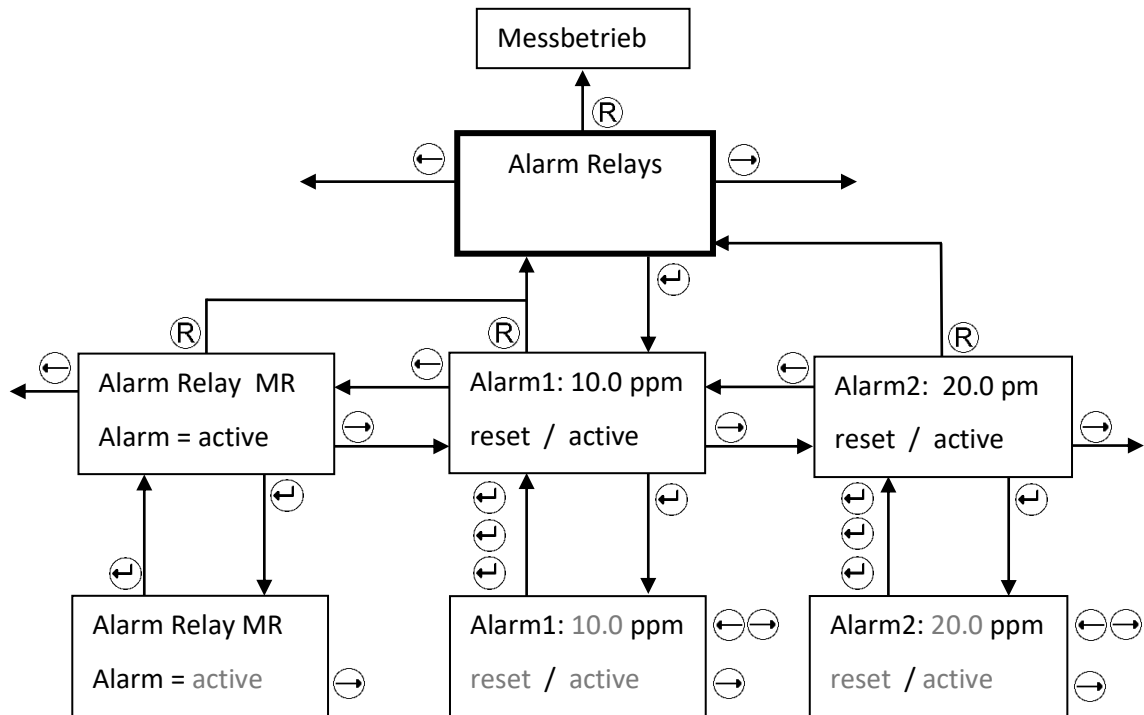

Abbildung 27: Ablaufdiagramm Alarm Relais
3. Der nächste Parameter blinkt. Ändern Sie mit den in Abbildung 27 angegebenen Pfeiltasten den Parameter und bestätigen Sie die Auswahl mit .